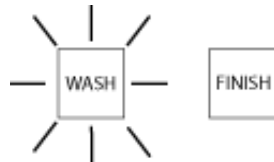

Fig.17
- 6- Espere hasta que se muestre el ciclo "END" terminado, abra la puerta y saque los platos limpios cesta. (Fig. 17)